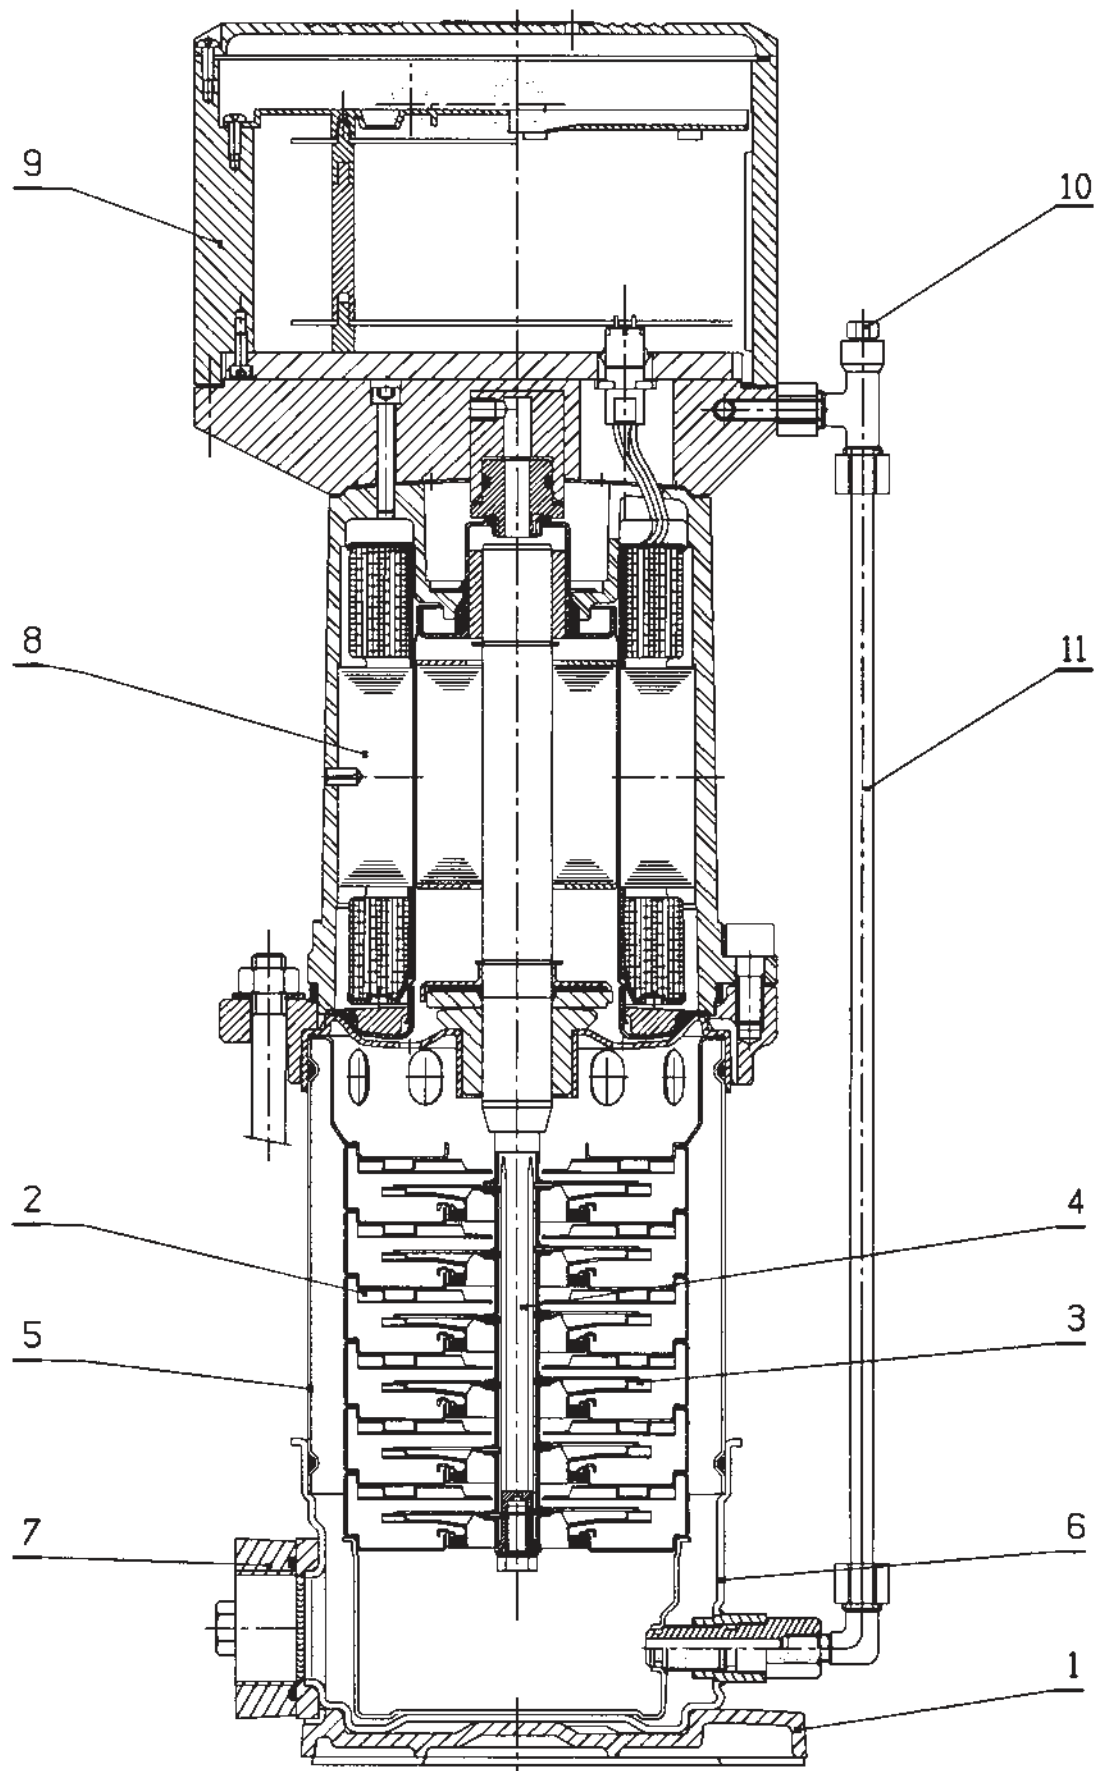

Fig. 1
- Закрыть оба запорных вентиля на подающем и напорном трубопроводах, открыть винт для удаления воздуха (fig. 1, поз.10) на полтора оборота.
- Если место установки насоса не защищено от мороза, то в холодный период следует слить воду из насоса и трубопроводов. Для чего закрыть запорные вентили, открыть сливные пробки в нижней части насоса (fig.1, поз. 6) и открыть винт для удаления воздуха. Перед открытием сливного отверстия следует закрыть запорные вентили на трубопроводах.